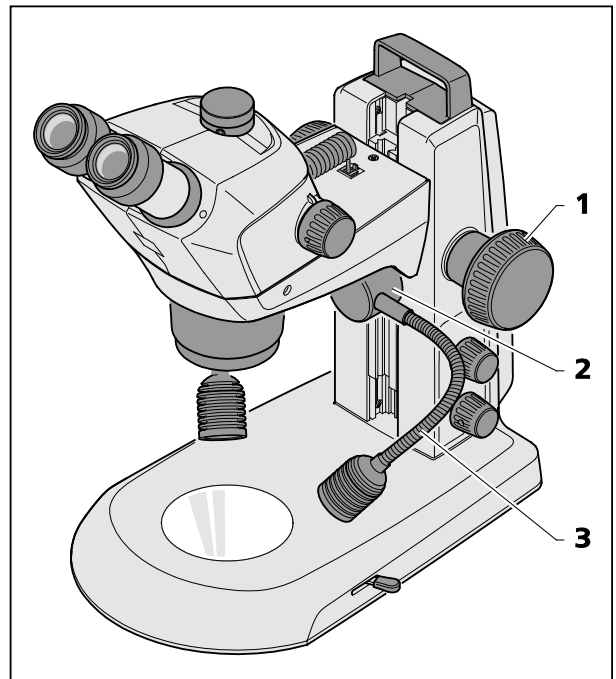

Fig. 22 Double spot
- Montez le corps de microscope en position de butée maximale au moyen de la molette de mise au point (Fig. 22/1). Appliquez le double spot sur le rail et glissez-le à la hauteur désirée (Fig. 22/2).
- En courbant les deux flexibles en col de cygne (Fig. 22/3), réglez les spots de manière à éclairer l'objet de manière optimale.